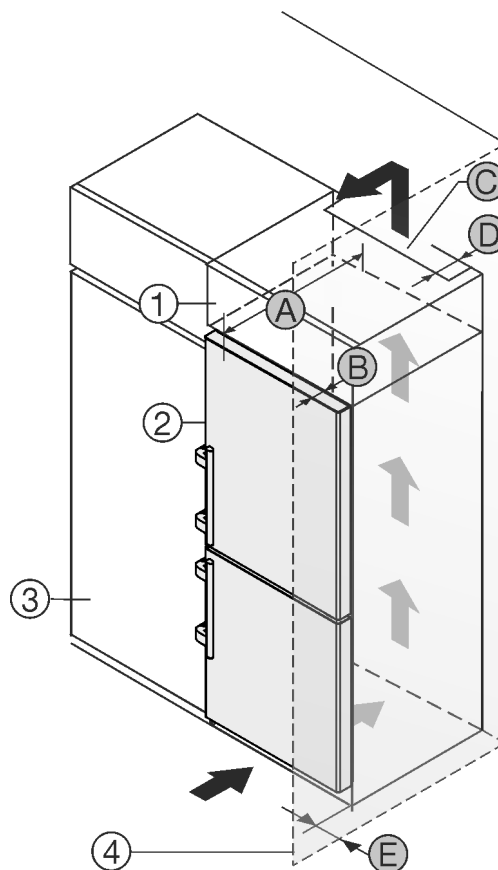

Fig. 2
Puteți amplasa aparatul direct lângă dulapul de bucătărie Fig. 2 (3)*.
În partea din spate a dulapului suspendat trebuie să existe o fantă de aerisire cu grosimea Fig. 2 (D) pe toată lățimea dulapului suspendat.*
Sub tavanul încăperii trebuie să fie respectată secțiunea de ventilație Fig. 2 (C)*.
Atunci când montați aparatul cu balamalele lângă un perete Fig. 2 (4), distanța dintre aparat și perete trebuie să fie de minim 57 mm. Această valoare corespunde proeminenței mânerului cu ușa deschisă.*
Astfel încât să puteți deschide complet ușa, aparatul trebuie să fie proeminent cu cel puțin adâncimea ușii Fig. 2 (B) față de suprafața frontală a dulapului de bucătărie. În funcție de adâncimea dulapurilor de bucătărie Fig. 2 (3) și utilizarea distanțierelor de perete, aparatul poate ieși mai mult în afară.*